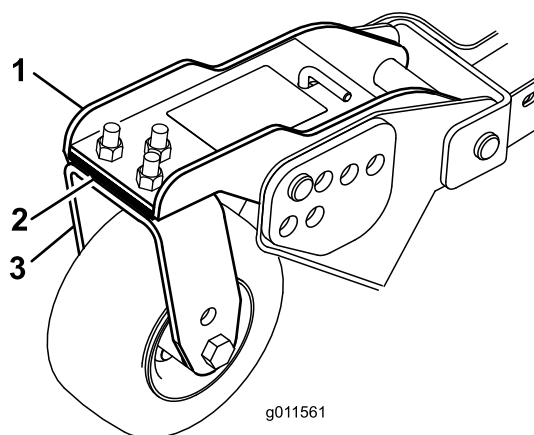

Bild 30
Drehen Sie die Schnittmesser jeder Spindel, bis die Enden nach vorne und hinten gerichtet sind. Messen Sie die Entfernung vom Boden bis zur vorderen Spitze der Schnittkante. Stellen Sie die 3-mm-Beilagscheiben an den vorderen Laufradgabeln auf die entsprechende Schnitthöhe auf der Skala ein (Bild 30). Weitere Informationen zur äußeren Spindel finden Sie unter Einstellen der Mähwerkneigung \(Seite 57\).
3. Wenn die innere Schnittkante des Seitmäherwerks im Verhältnis zur äußeren Kante des Frontmäherwerks zu hoch ist, entfernen Sie eine 3-mm-Beilagscheibe von der Unterseite des vorderen inneren Laufradarms am Seitmäherwerk (Bild 30). Prüfen Sie den Wert zwischen den äußeren Kanten beider Seitmäherwerke sowie